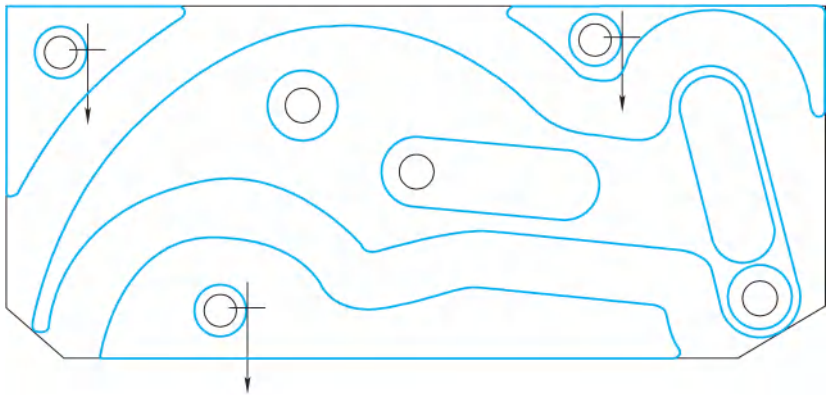

图 7-41 选择实体边界
1) 选择【刀路】/【外形】命令，系统弹出【串连线框】对话框，以【实体】的形式，选择如图 7-41 所示的 3 个 $\phi 7.8\text{mm}$ 的圆，注意箭头方向一致，此时刀具补偿方向为右补偿，单击【确定】按钮 。